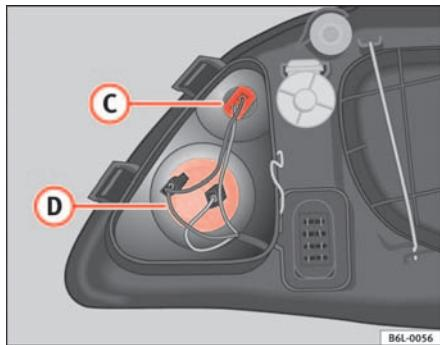

Fig. 145 Luz de población
- Tire de los cables para liberar el portalámparas de su alojamiento C ⇒ fig. 145.